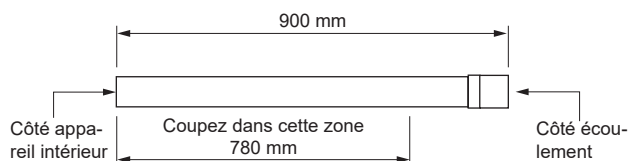

Fig. 5-2
5.2. Tuyau d'écoulement (Fig. 5-2, 5-3, 5-4)
- Le tuyau d'écoulement a une longueur de 900 mm, et donc la sortie du tuyau d'écoulement peut être déplacée vers le haut. Coupez le tuyau d'écoulement à la longueur appropriée avant de le raccorder. (Fig. 5-2)